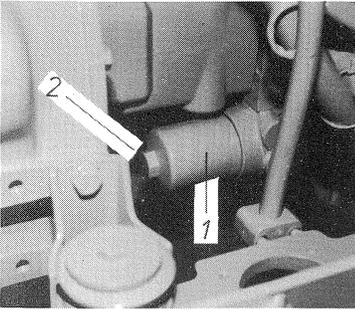

Bild 47
An der Axialkolbenpumpe befindet sich ein Druckfilter (Bild 47/1).
- mit Schlüssel (Bild 47/2) Filterpatrone abschrauben,